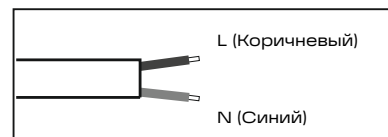

Рис. 1
- Выполните электрическое подключение осветительного прибора согласно рис.1. Для версий с DALI подключение кабеля управления DALI осуществляется напрямую в клеммную колодку драйвера (DA).